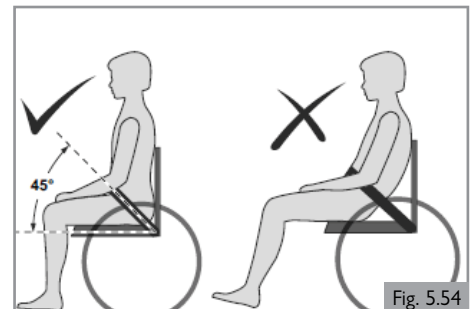

Fig. 5.54
3. En général, la ceinture de sécurité doit être à un angle d'environ 45° (Fig. 5.54), et quand elle est correctement ajustée, elle doit empêcher l'utilisateur de glisser dans le siège.